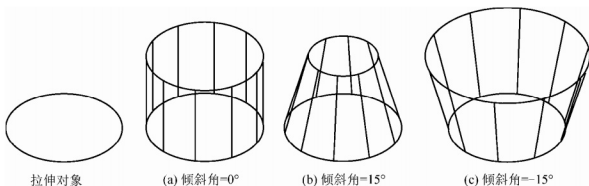

图 11-18 按指定高度及倾斜角拉伸实体
(5) **【倾斜角(T)】**: 正角度表示从基准对象逐渐变细地拉伸(图 11-18(b)); 而负角度则表示从基准对象逐渐变粗地拉伸(图 11-18(c)); 默认角度 0 表示拉伸体上下底面相同(图 11-18(a))。倾斜角的取值应在 $-90^{\circ} \sim +90^{\circ}$ 。